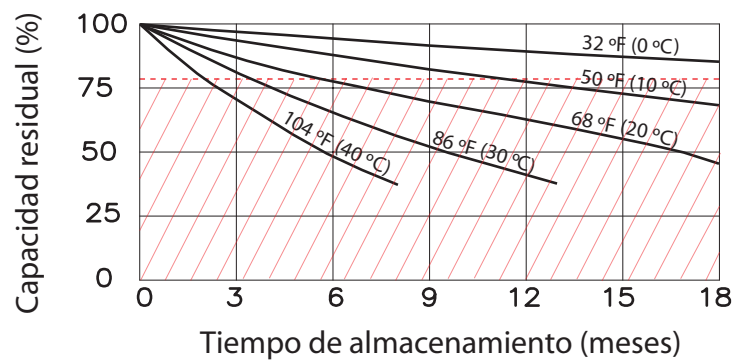

Fig. 4-2, Capacidad frente a Tiempo de almacenamiento para AlphaCell GXL
- Todas las baterías de plomo y ácido se autodescargan al estar en almacenamiento con circuito abierto. Esto causa voltaje de circuito y reducción de la capacidad (ver Fig.4-2), especialmente durante períodos prolongados a altas temperaturas. No se recomienda almacenar las baterías en el área sombreada de la Fig. 4-2.
- Es importante dar seguimiento al voltaje del circuito abierto el cual está relacionado con la densidad del electrolito. Si el voltaje de circuito abierto es menor que 12,6 V o las baterías han estado almacenadas mayor tiempo que los límites indicados en la Fig. 4-2, será necesario cargar las baterías para evitar daños causados por la autodescarga.